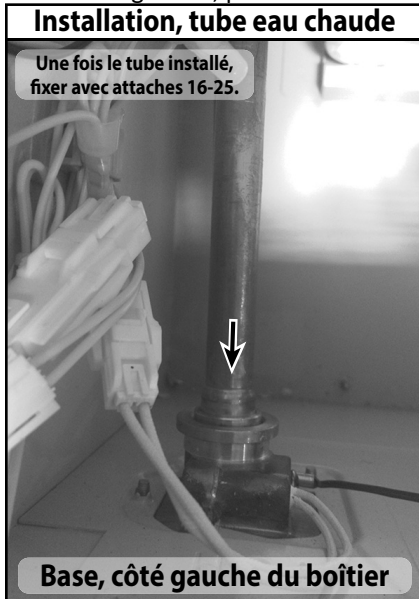

Figure 67
10. Insérez le tube de sortie dans le raccord de sortie d'eau du chauffe-eau, en veillant à ce que l'anneau en laiton sur le tube soit entièrement insérée et est affleurante avec le haut du raccord de sortie (Figure 67).